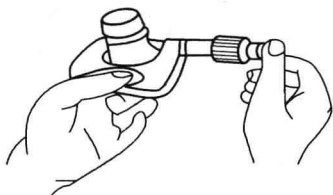

图 1-14 外径千分尺的握法
- 3) 用左手拿尺架的绝热板,以避免因手温影响测量误差,右手先转动微分筒,接触工件后,再轻轻转动测力装置。当测力装置发出打滑的声音时,便可读数。外径千分尺的握法如图1-14所示。